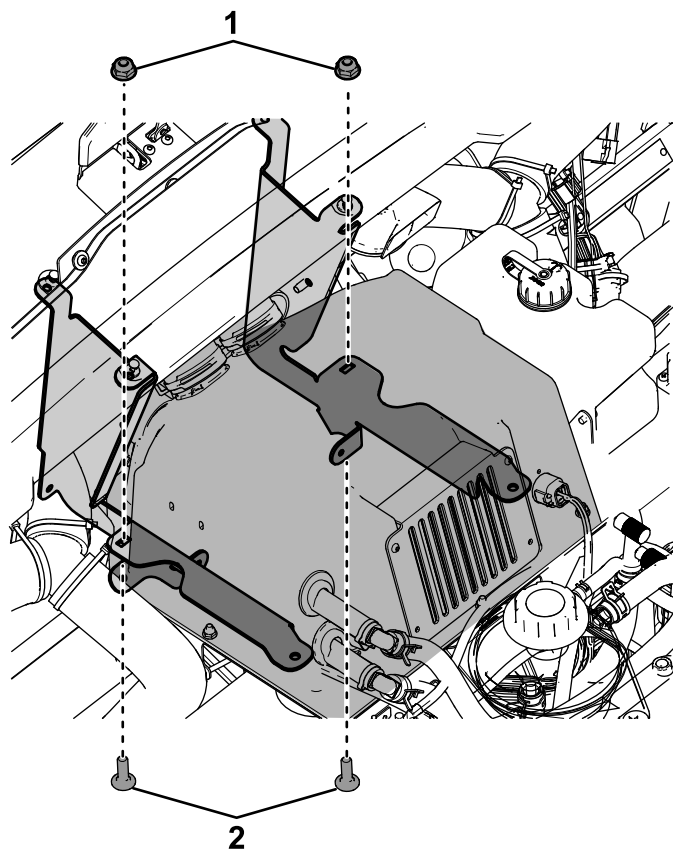

図 18
2. ヒーターボックスアセンブリの背面をマシンのダッシュブラケットに取り付けるキャリッジボルト1/4 x 3/4"2本とロックナット1/4"2個を使用する図 18を参照。